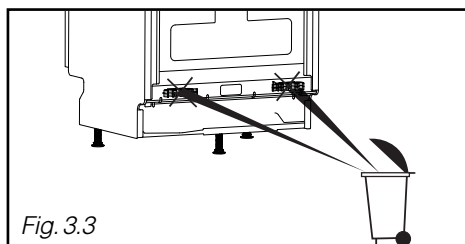

Fig. 3.3
- Fjern slangeholderne (Fig. 3.3)